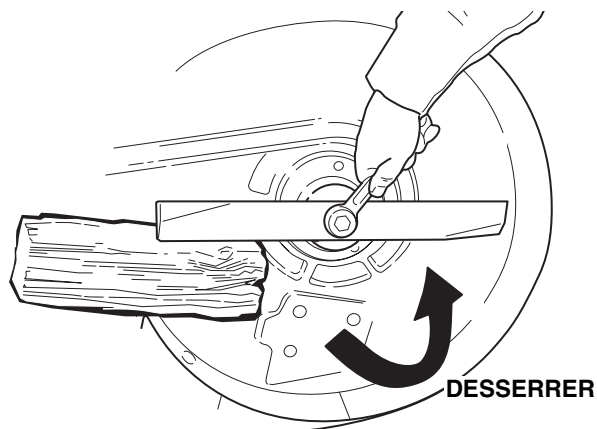

Figure 18. Dépose de la lame
2. Voir figure 18. Retirer la lame pour l'inspecter ou pour accéder en toute sécurité au dessous du plateau de la tondeuse. Utiliser une cale de bois pour empêcher toute rotation des lames lorsque l'on desserre la vis à tête en la faisant tourner dans le sens contraire des aiguilles d'une montre.